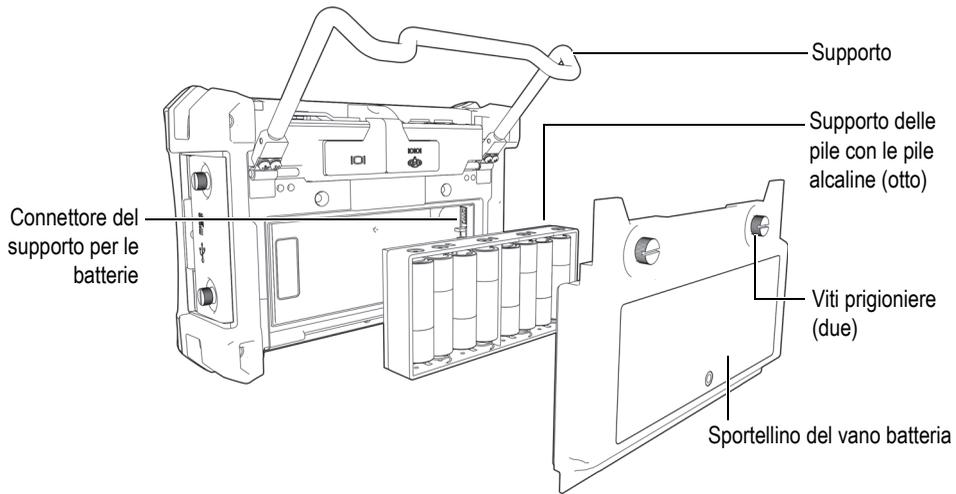

Figura 1-12 Il supporto per le batterie alcaline
1. Aprire il supporto tubolare dello strumento (vedere Figura 1-12 a pagina 40).